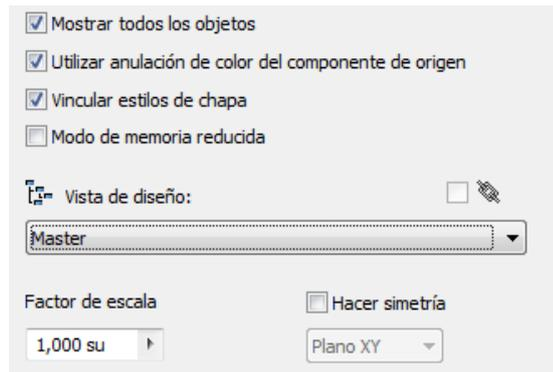

Ilustración 91. Configuración de pieza derivada. Crear.
- Corte normal, es una configuración que corta de manera perpendicular. En esta ocasión sí se puede especificar la dirección de corte ➤ . El la *Ilustración 91* a modo de ejemplo, se muestran las diferentes direcciones de corte que se pueden realizar en la pieza.